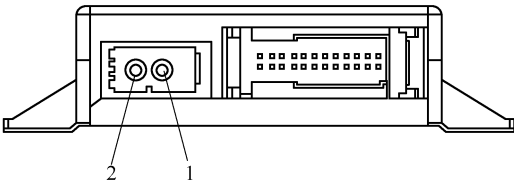

图 9-2-33 光学 MOST 总线(光缆)的连接
1. 光学 MOST 总线(光缆)的连接(见图 9-2-33)